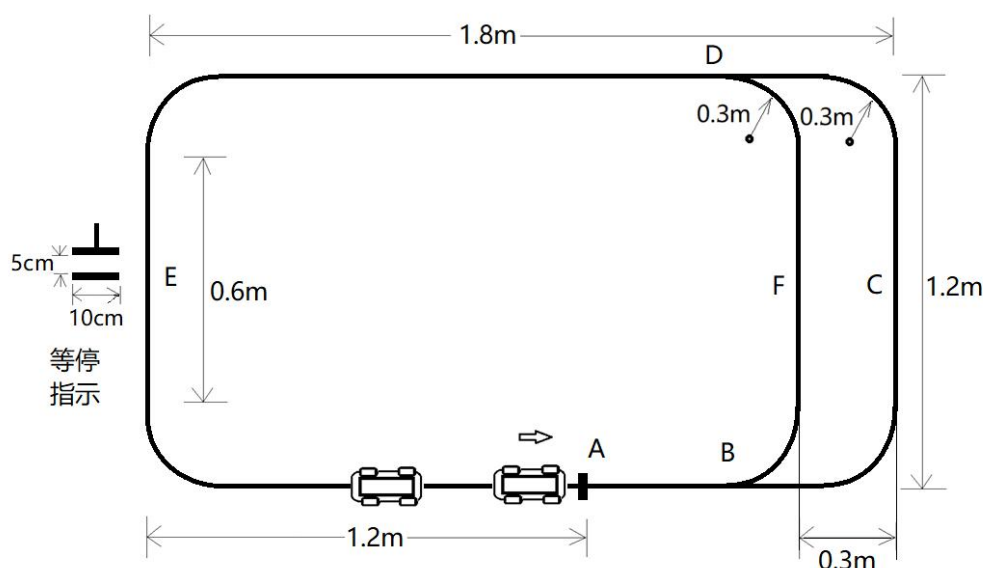

图1 小车跟随行驶场地示意图
1. 及格要求：从起始位置 A 点开始到停止位置 A 点为止，单独一辆小车能独立一次性沿着图 1 跑道跑 3 圈，中途不能停车调整。
2. 中等要求：从起始位置 A 点开始到停止位置 A 点为止，单独一辆小车能独立一次性沿着图 1 跑道跑 3 圈，其中第 1、3 圈是内圈，第 2 圈是外圈，中途不能停车调整。
设计一套小车跟随行驶系统，采用 TI 的 MCU，由一辆领头小车和一辆跟随小车组成，要求小车具有循迹功能，且速度在  $0.3 \sim 1\text{m/s}$  可调，能在指定路径上完成行驶操作，行驶场地的路径如图 1 所示。其中，路径上的 A 点为领头小车每次行驶的起始点和终点。当小车完成一次行驶到达终点，领头小车和跟随小车要发出声音提示。领头小车和跟随小车既可以沿着 ABFDE 圆角矩形（简称为**内圈**）路径行驶，也可以沿着 ABCDE 的圆角矩形（简称为**外圈**）路径行驶。当行驶在内圈 BFD 段时，小车要发出灯光指示。此外，在测试过程中，可以在路径上 E 点所在边的直线区域，由测试专家指定位置放上“等停指示”标识（见图 1 左侧），指示领头小车在此处须停车，等待 5 秒后再继续行驶。